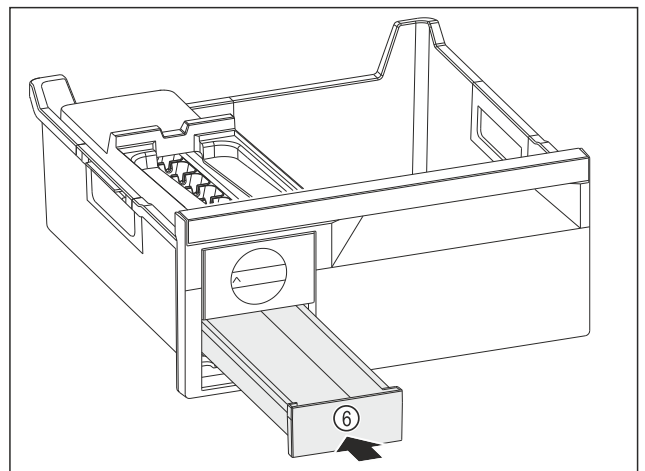

Fig. 135
- ▶ Introducir el cajón para cubitos de hielo Fig. 135 (6).